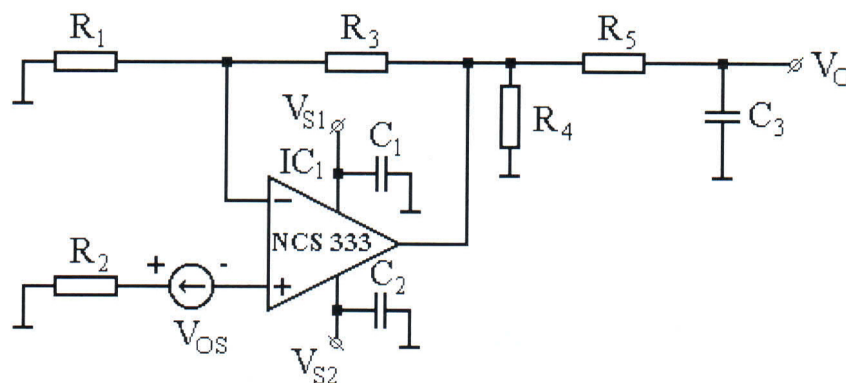

Fig. 3
2. Folosind circuitul integrat NCS333 și componentele discrete aflate la dispoziție (vezi Tabelul 1) realizati montajul din Fig. 3. Condensatoarele de decuplare, C_1 si C_2 vor fi de 100nF. R_4 va avea valoarea de 10k Ω iar R_5 o valoare de 100k Ω .